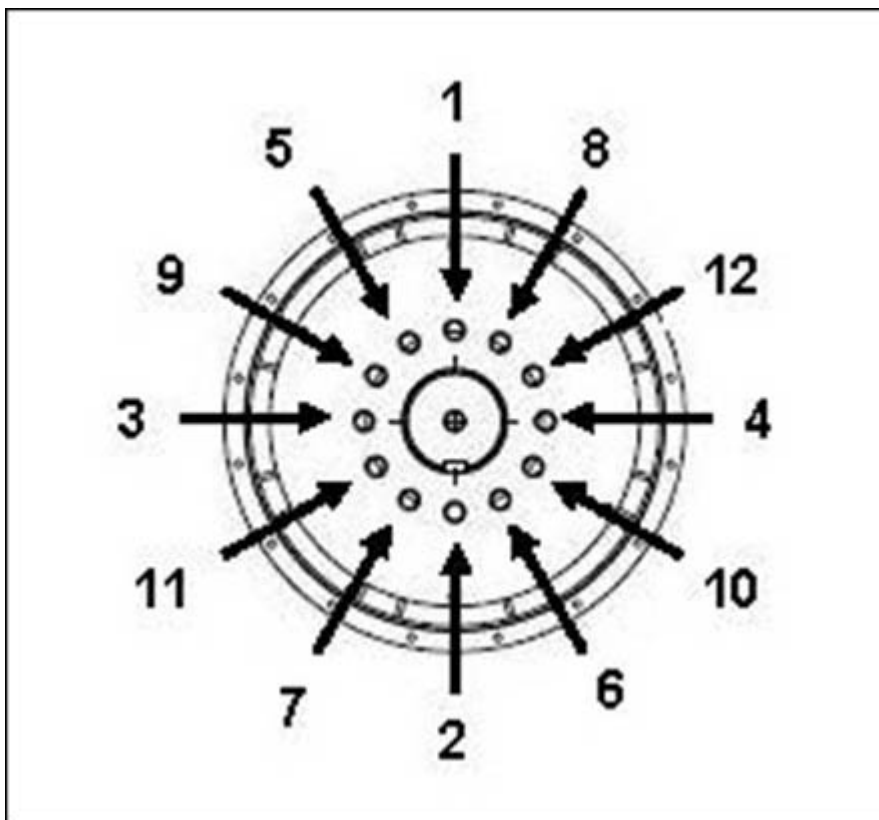

图 15. 轮毂固定顺序
4. 如果需要，请拧紧耦合盘螺栓，如 图 15 在第 xx 页 27 所示。